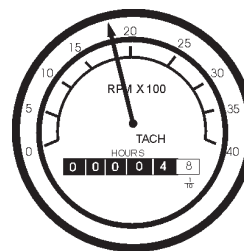

Figura 50. Tacómetro del motor
16. El **tacómetro** (Figura 50) indicará la velocidad del motor cuando el generador está operando. Bajo condiciones normales de operación esta velocidad es de aproximadamente 1800 RPM.